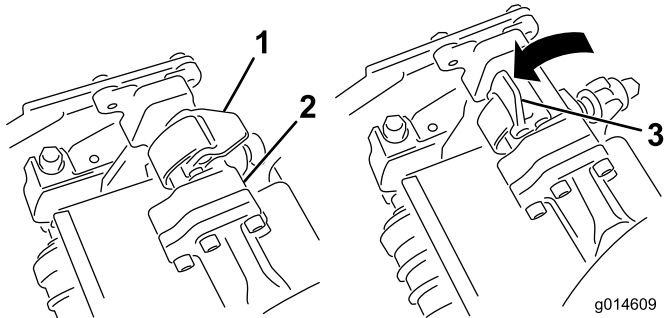
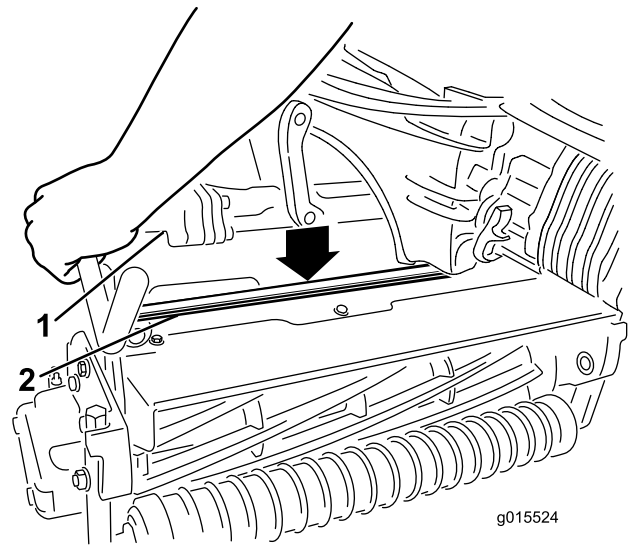

図 32
図 33
4. サスペンション・アームのバーについているラッチを上向き（開いた状態）にして（図 32）、サスペンション・アームを押し下げて、バーを、カuttingユニットのバーの上に被せるようにする（図 33）。
5. ラッチを下げて閉じるとカuttingユニットのバーがロックされてユニットがアームにセットされる（図 32）。
5. 取り外したいカッティングユニットのサスペンション・アームのバーについているラッチを開く（図 32）。